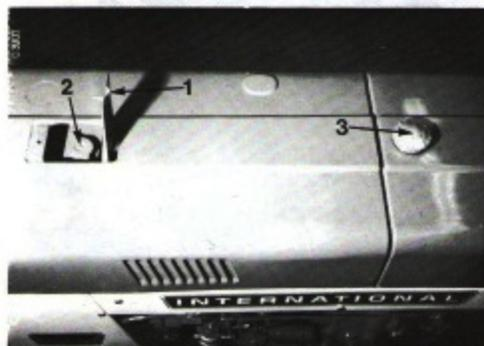

Fig. 1
Tournez lentement le bouchon de radiateur (2) Fig. 1 dans le sens contraire à celui des aiguilles d'une montre, jusqu'au cran d'arrêt de sécurité, de façon à ce que la pression ou la vapeur puisse s'échapper; puis appuyez sur le bouchon et continuez à tourner jusqu'à ce qu'il vous soit possible de le retirer.
Ne retirez jamais le bouchon (3) Fig. 1, du réservoir à combustible, et ne faites jamais le plein lorsque le moteur tourne, ou lorsqu'il est chaud. Evitez en outre la proximité d'une flamme. Ne freinez pas et n'utilisez pas de lampe à huile, lorsque vous utilisez des combustibles inflammables.